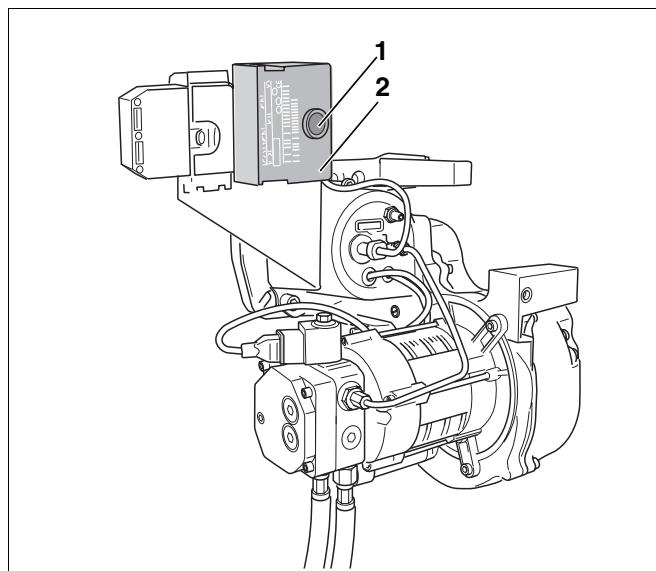

Рис. 13 Кнопка подавления помех и сигнальная лампа
- Выпустите воздух из системы с помощью встроенного топливного насоса без повторного нажатия кнопки подавления помех (рис. 13, поз. 1).
- Нажать кнопку подавления помех (рис. 13, поз. 1), горелка переходит в стартовый или рабочий режим.
- Нажмите кнопку подавления помех (рис. 13, поз. 1, стр. 17).